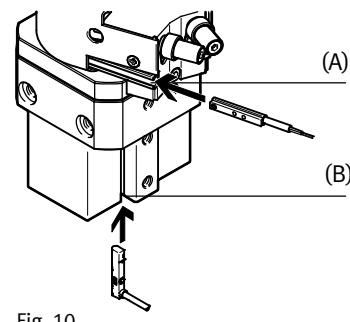

Fig. 10
- Поместите бесконтактные датчики для опроса конечных позиций в крепежные пазы (соблюдайте правильное расположение → Fig. 10).